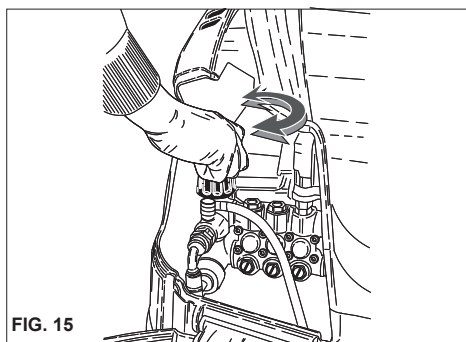

FIG. 15
Ce chapitre concerne uniquement les modèles pourvus du dispositif «Régulateur de pression». Le dispositif régulateur de pression (fig. 15) permet de régler la pression de service. En faisant tourner le bouton C dans le sens contraire des aiguilles d'une montre (B) (minimum), on obtient une réduction de la pression de service.
2) Actionner le nettoyeur haute pression, activer la commande d'aspiration du détergent présente sur la lance (fig. 15), et répandre la solution sur la surface à laver en procédant de bas en haut. Laisser agir quelques minutes.